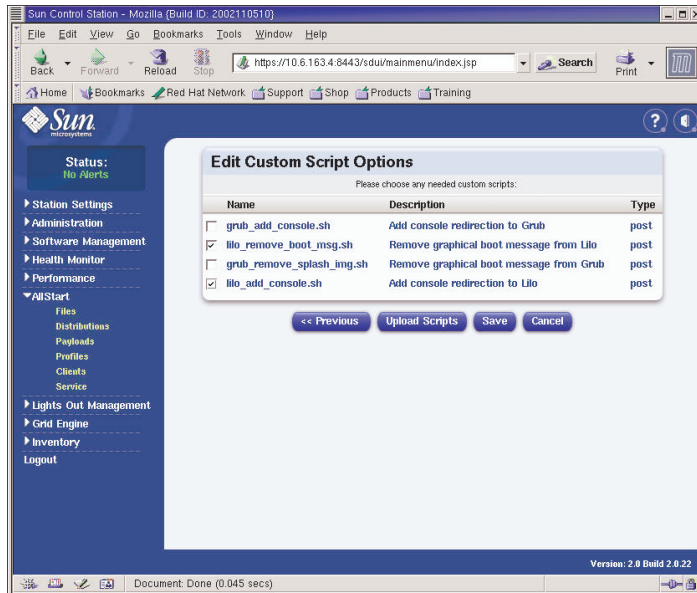

FIGURE 2-16 Fenêtre Edit Custom Script Options (AllStart Profiles)
- g. Dans la fenêtre **Edit Custom Script Options**, vérifiez que les options requises suivantes sont sélectionnées (voir l'exemple de la FIGURE 2-16). Ensuite, cliquez sur **Next**.